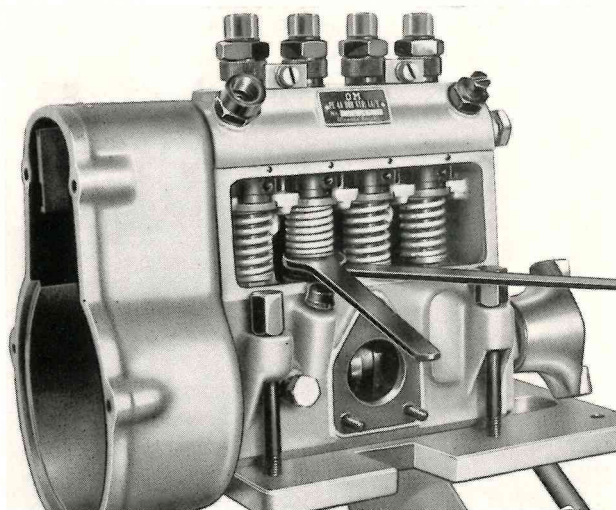

Fig. 81 - Regolazione punterie mediante le chiavi.
- per la registrazione delle punterie sono previste le chiavi **A 323010** (fig. 81);